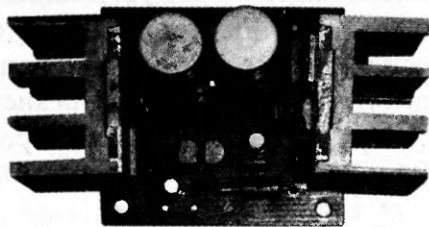

Рис. 11.21. Внешний вид усилителя с улучшенным качеством звучания
**Плата.** Усилитель собран на плате из одностороннего стеклотекстолита толщиной 1,5 мм размерами 50×47,5 мм. Разводку печатной платы в зеркальном изображении и схему расположения деталей можно скачать с сайта издательства. Там же работу усилителя посмотрим на ролике. Внешний вид усилителя приведен на рис. 11.21.